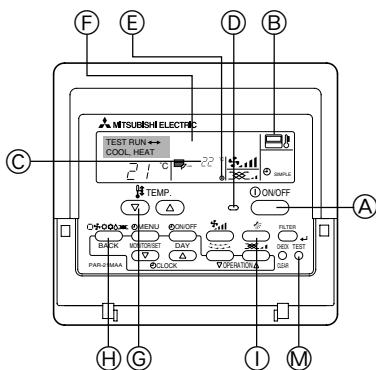

Fig. 7-1
7.2.1. Использование проводного пульта дистанционного управления (Fig. 7-1)
- ① Включите питание по крайней мере за 12 часов до начала пробного прогона.
- ② Дважды нажмите кнопку [TEST] → "TEST RUN" на ЖК-дисплее
- ③ Нажмите кнопку [Mode selection] (Выбор режима). → Убедитесь в том, что воздух выдувается.
- ④ Нажмите кнопку [Mode selection] (Выбор режима) и переключитесь на режим охлаждения (или обогрева). → Убедитесь в том, что выдувается холодный (или теплый) воздух.
- ⑤ Нажмите кнопку [Fan speed] (Скорость воздушного потока). → Убедитесь в том, что скорость воздушного потока переключилась.
- ⑥ Проверьте работу вентилятора наружного прибора.
- ⑦ Выключите пробный прогон нажатием кнопки [ON/OFF]. → Стоп
- ⑧ Введите телефонный номер.